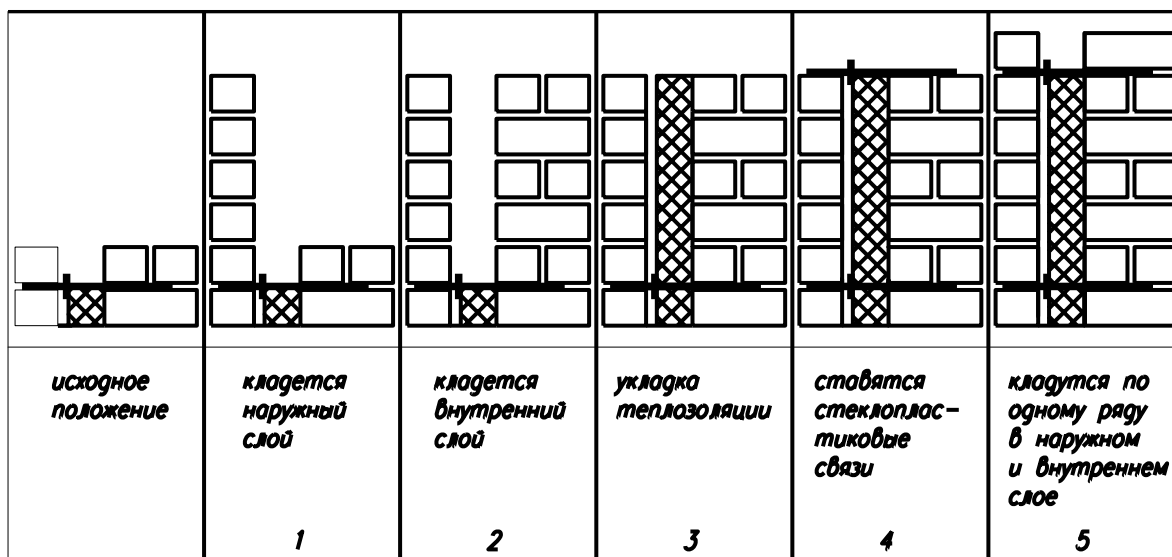

Рис.8 Последовательность кладки стены с теплоизоляцией из минераловатной и стекловолоконной плиты.
11. Кирпичные стены с теплоизоляцией из минераловатной плиты рекомендуется класть в следующей последовательности см. рис.8: